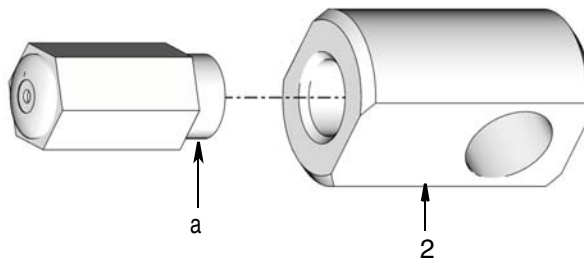

FIG. 2
3. Appliquer l'étanchéité pour filetage (fourni par l'utilisateur) pour suspendre la soupape de décompression (a) (FIG. 2).
4. Installer la soupape de décompression (a) dans le raccord banjo (2). Clé anglaise (FIG. 2).